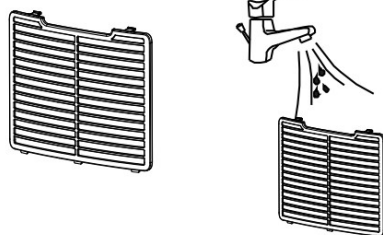

Fig. 2
2. Limpie suavemente el filtro con una aspiradora para eliminar el polvo. Si es necesario, lavar el filtro con agua tibia y jabón. **NO UTILIZAR ALCOHOL, BENCENO U OTROS PRODUCTOS AGRESIVOS** (Fig. 2).